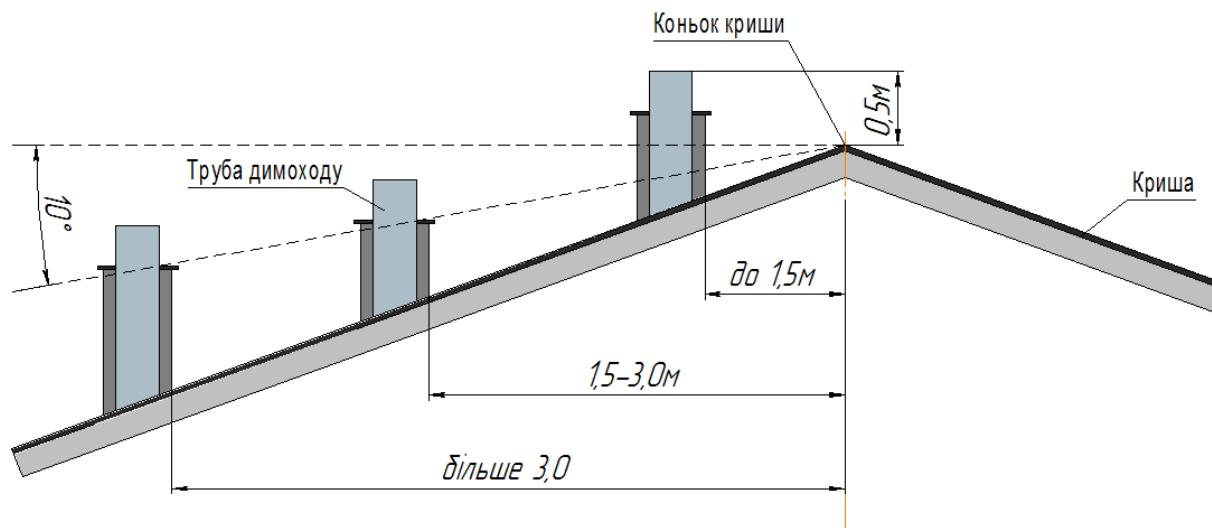
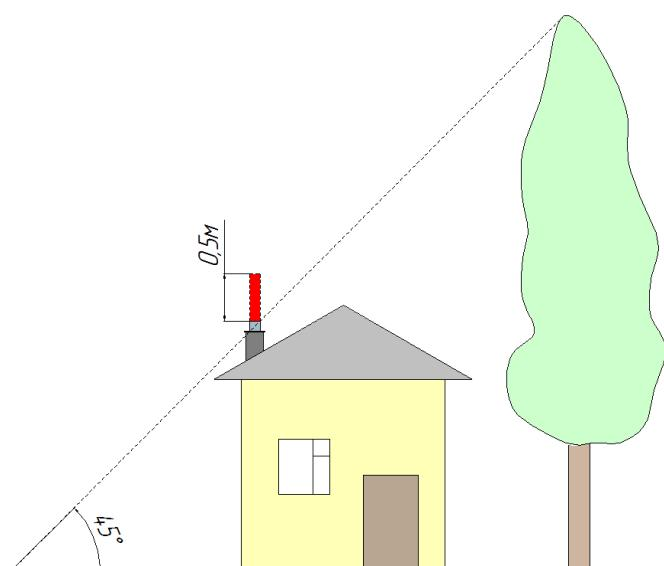

Рис.7 Рекомендована схема розміщення димової трубы над гребеня даху.
Рис.8 Збільшення димоходу при наявності біля будівлі зони вітрового підпору.
6.3.5.3 Димохід повинен забезпечувати вихід димових газів з котла, не створюючи при цьому додаткових опорів (див. Рис.7 та Рис.8).